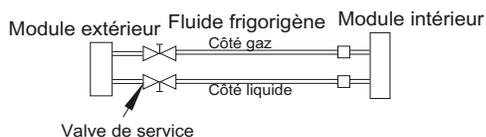

Fig. 24 – Valves de service
1. Serrez complètement les écrous évasés des conduites de liquide et de gaz du côté intérieur et extérieur (pour tous les ventilo-convecteurs) (voir la figure 24).